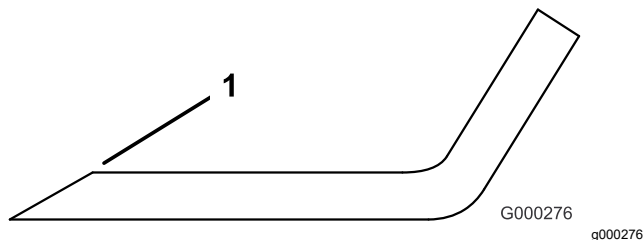

Figure 27
- Examinez les tranchants de toutes les lames et aiguisiez-les s'ils sont émoussés ou ébréchés (Figure 27).
Remarque: N'aiguissez que le haut du tranchant et conservez l'angle de coupe d'origine pour obtenir une coupe nette (Figure 27). Limez la même quantité de métal sur chacun des deux tranchants pour ne pas déséquilibrer la lame.